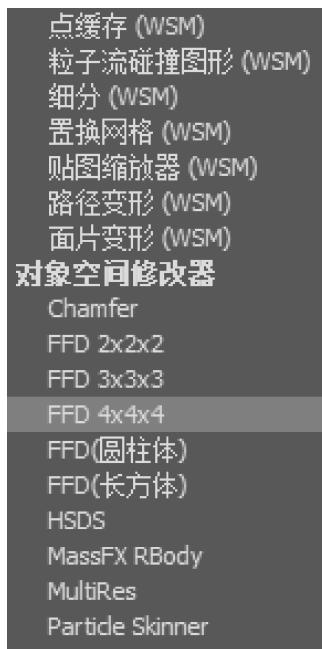

图4-49 执行“FFD 4×4×4”命令
4) 选中图4-48所示“菠萝圈”实体，执行“FFD 4×4×4”命令，如图4-49所示。调整实体，将最上面一层往里缩，底部第二层往外扩，使其更美观，如图4-50所示。